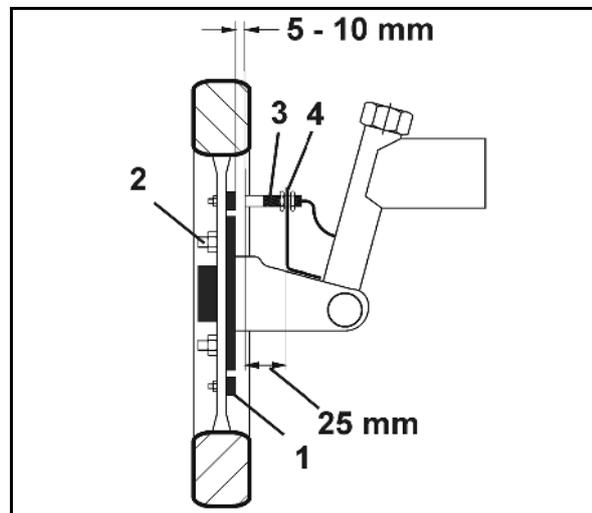

Fig. 102
2. Federstift (Fig. 102/1) der Gelenkwelle eindrücken.
4. Gelenkwellschutz durch einhängen der Kette (Fig. 102/2) an der Maschine (Fig. 101/2) gegen Mitdrehen sichern.